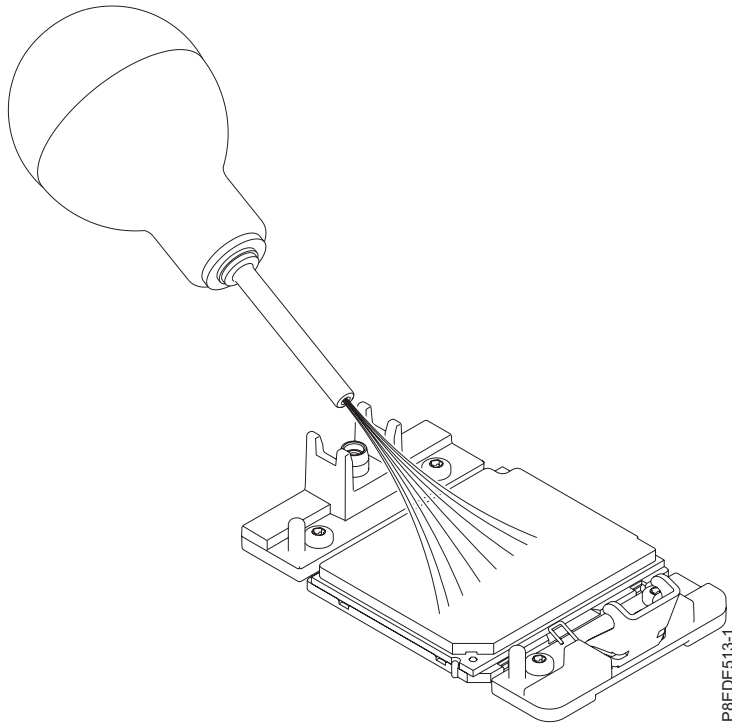

Abbildung 4. Staub und Fremdkörper von dem Systemprozessormodul entfernen
- a. Sollten Staub oder Fremdkörper vorhanden sein, reinigen Sie das Systemprozessormodul mithilfe der im Lieferumfang enthaltenen Luftpumpe (Teilenummer 45D2645). Wenn Ihre Luftpumpe nicht wie in Abb. 4 auf Seite 7 dargestellt montiert ist, befestigen Sie die Pumpenspitze an der Lampe. Arbeiten Sie dabei mit kurzen Luftstößen von der Mitte des Systemprozessormoduls hin zu den Seiten, siehe Abb. 4 auf Seite 7.